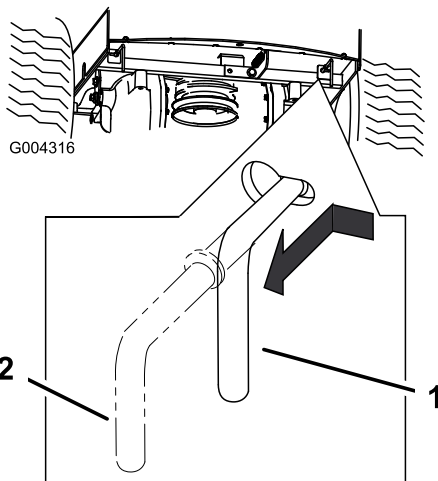

Figure 23
3. Déplacez les deux leviers de dérivation vers l'intérieur et poussez-les jusqu'à ce que la rondelle de la tige passe dans la fente (Figure 23).
4. Poussez les leviers vers l'extérieur pour les bloquer en position (Figure 23).
Déplacez chaque levier de dérivation vers l'intérieur puis tirez-les en arrière pour leur faire traverser entièrement la fente (Figure 23). Poussez les leviers vers l'extérieur pour les bloquer en position.